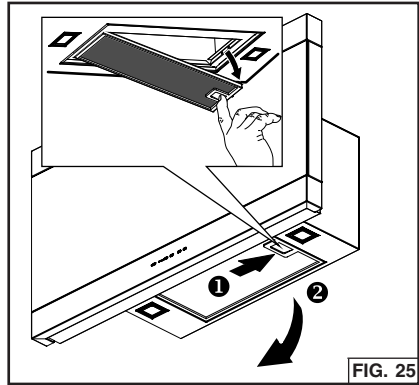

FIG. 25
1. Para retirar el filtro de GRASAS, presione la lengüeta del pestillo para desprender el filtro de la campana. Inclíne el filtro hacia abajo y retírelo. Fig. 25.
2. Para instalar el filtro de GRASAS, alinee las lengüetas posteriores del filtro con las ranuras de la campana. Presione la lengüeta del pestillo, coloque el filtro en su posición y libérela. Asegúrese de que el filtro quede bien conectado después de la instalación. Fig. 25.
1. Retire el filtro de grasas. Fig. 25.